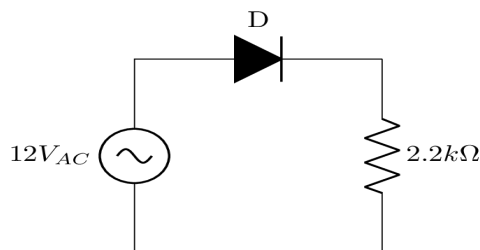

Figura 3 — Retificador de Meia Onda
1. Como mostrado pela Figura 3, monte o circuito retificador de meia onda na breadboard.